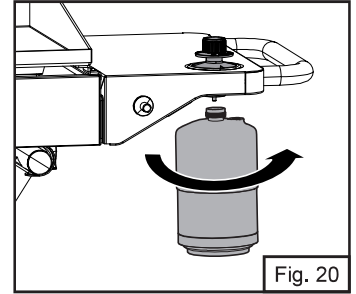

Fig. 20
2. Quite el tapón plástico del cilindro de propano y enrosque el cilindro en el regulador apretándolo con la mano (Fig. 20).